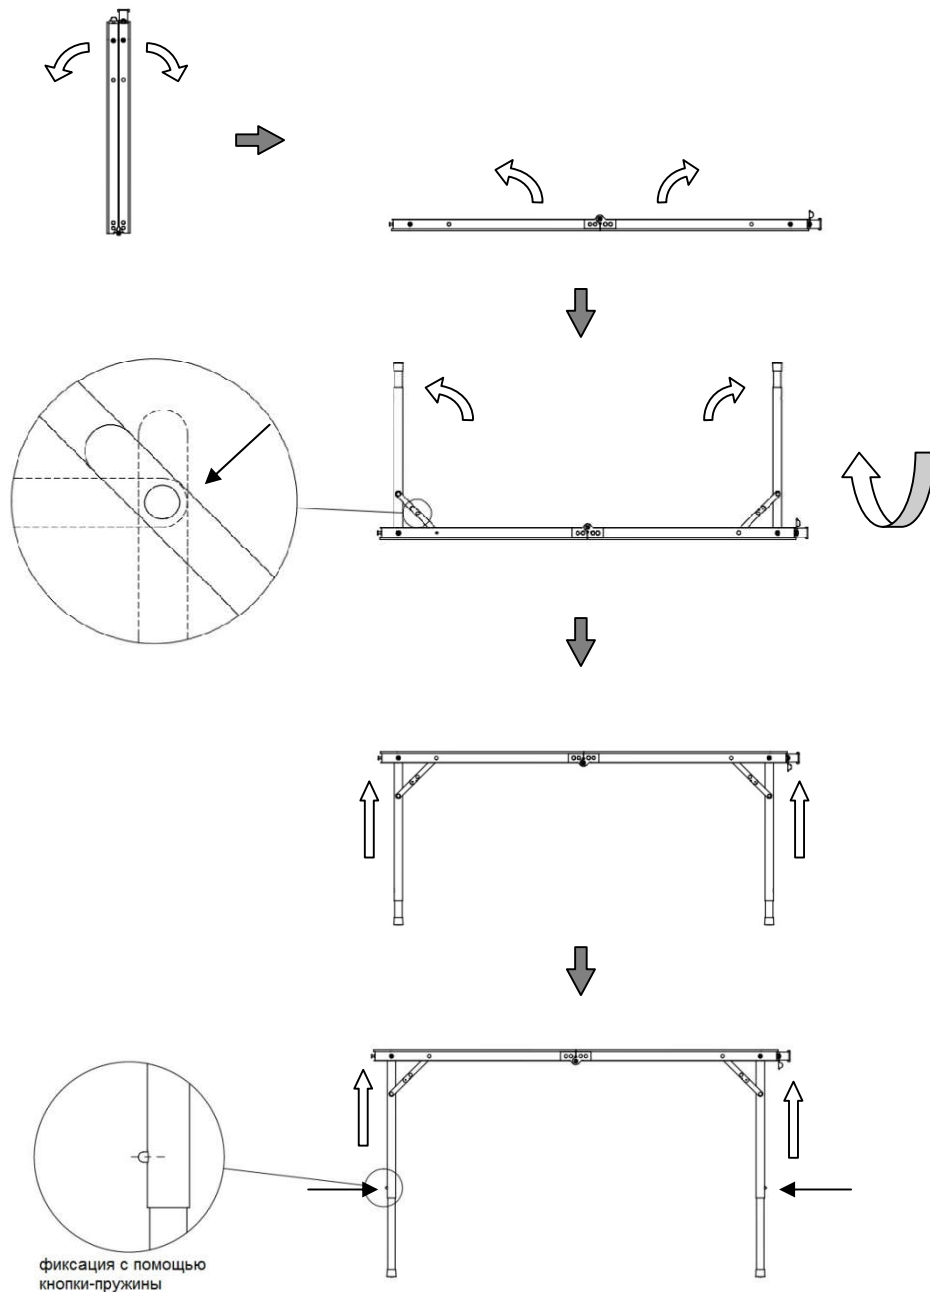

Рис.1 Приведение изделия в рабочее положение.
- Для приведения изделия в рабочее состояние, необходимо, отстегнуть два крючка, развести обе половинки столешницы в стороны, далее разложить ножки, зафиксировав их шарнирными стяжками. Поставить на ровную поверхность и проверить на устойчивость. Изделие можно использовать на минимальной высоте. Для увеличения высоты выдвинуть телескопические ножки до фиксации на кнопки-пружины на каждой трубе (рис. 1).